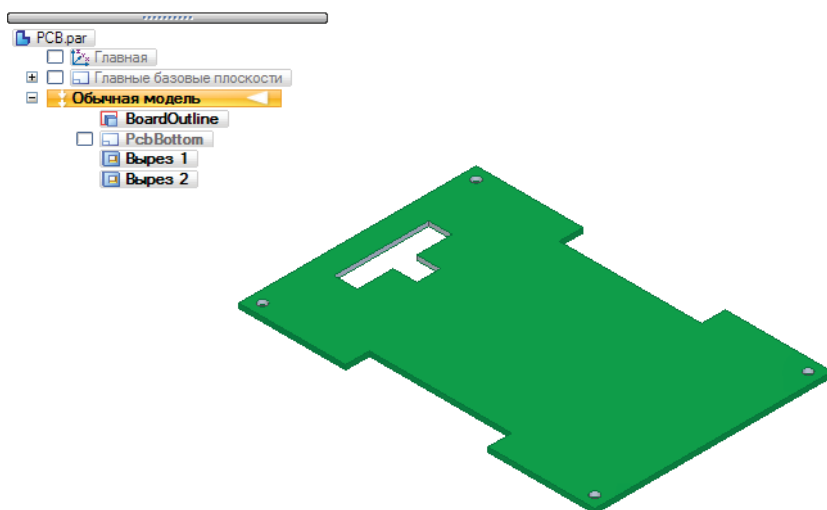

Рис. 2.11.22. Плата с выполненным внутренним вырезом и крепежными отверстиями
3. При необходимости выполнить вырезы в плате с помощью инструмента **Вырез** (рис. 2.11.22).
4. Выполнить крепежные отверстия в плате с помощью инструмента **Вырез** (рис. 2.11.22).